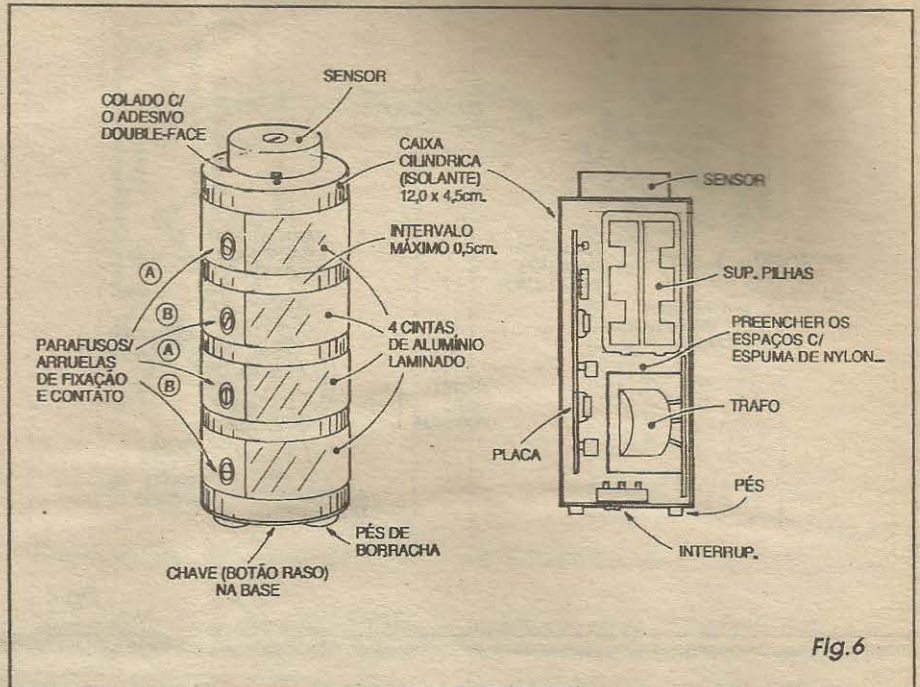

Fig. 6
- FIG. 6 - CONSTRUINDO A ...GARRAFA DO GÊNIO... - Os dois diagramas da figura mostram, com suficientes detalhes, a construção da garrafa, em seus aspectos externos e internos... O mini-sensor de impacto deve ser colado (pelo seu próprio adesivo dupla-face) ao topo do container cilíndrico (normalmente a tampa da caixa plástica utilizada...), passando por um furinho estrategicamente posicionado, os fios que o interligam ao circuito, lá dentro... No centro da base do conjunto pode ficar o interruptor geral, com seu botão raso levemente sobressaindo de um furo retangular lá feito... Três ou quatro pés de borracha podem então ser colados á base, tanto para dar estabilidade à garrafa, quanto para gerar espaço de acionamento do botão do dito interruptor, sem que o mesmo *desequ Shore* o conjunto, quando o mesmo repousar sobre uma superfície qualquer... Dentro da caixa cilíndrica (as dimensões indicadas, de 12,0 x 4,5 cm. são as mínimas recomendadas...), o trafo, as pilhas (no suporte) e a plaquinha do circuito, devem ser fixados seguindo a sugestão, calçando-se e preenchendo-se os espaços sobrando com espuma de nylon ou isopor, de modo que nada fique jogando ou solto... Notar que o suporte com as pilhas, ficando próximo à tampa geral do container, poderá ser facilmente acessado para substituição da fonte de energia, quando esgotada... Um ponto muito importante refere-se às quatro cintas de alumínio laminado, distribuídas regularmente pela altura do container, e guardando entre si afastamentos de 0,5 cm. (máximo), com o que a mão de quem segurar a garrafa inevitavelmente tocará pelo menos duas cintas